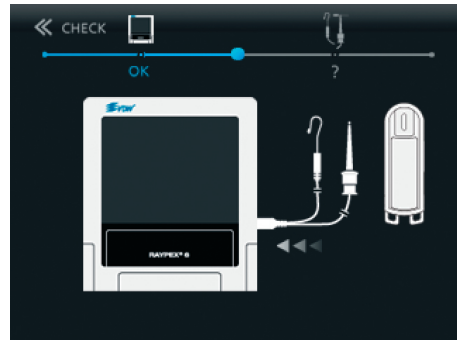

Fig. 32: Conecte el cable de medición
- Conecte el cable de medición al dispositivo (Fig.32).